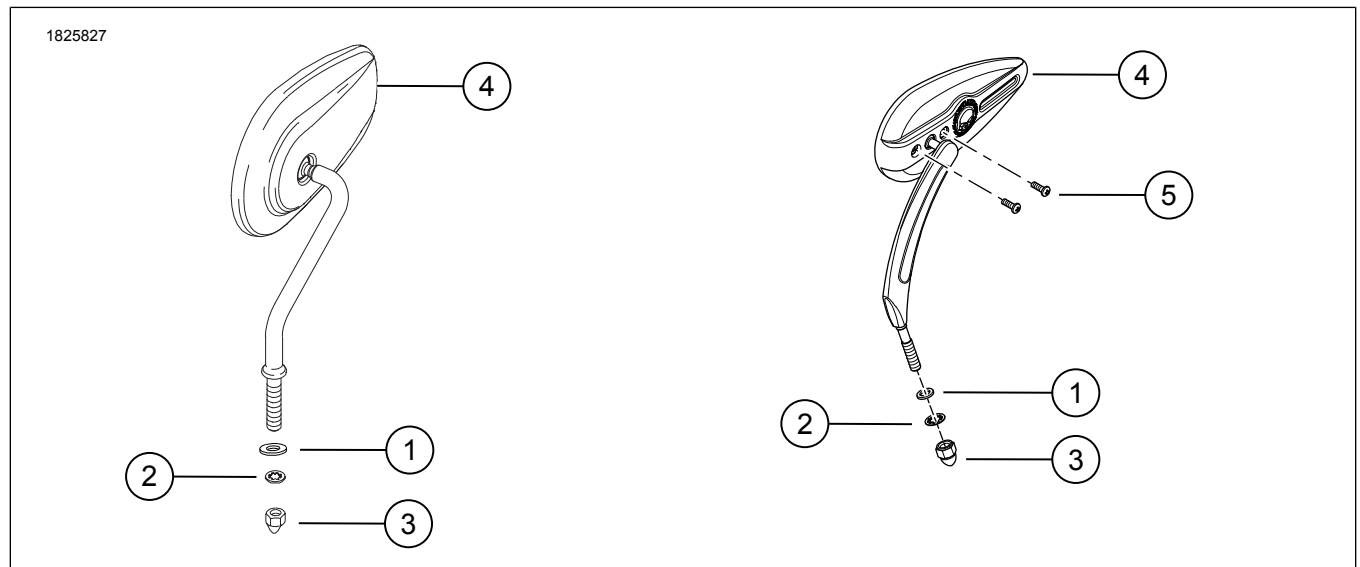

図1。キット内容: ミラーキット
- 図1を参照してください。部品番号91696-05Aと92398-09、92410-09以外のミラーすべてで、平ワッシャー(1)をミラースタッド(上部ポジション)に取り付けます。
- a. 図1を参照してください。必要に応じて調整スクリュー(5)のトルク値を上げていきます。締め付ける。